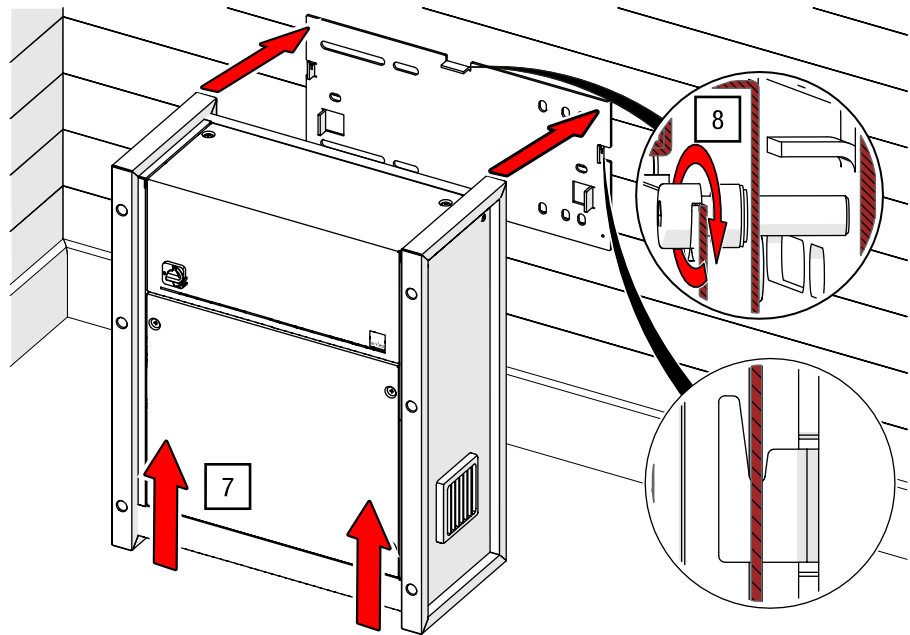

Abb. 92: Steuerung an Wandmontageplatte fixieren (das Steuerungsmodell kann abweichen)
7. Richten Sie die Steuerung auf und hängen Sie diese mit den vorgesehenen Schlitten auf der Rückseite in die zwei Haken der bereits an der Wand vormontierten Wandmontageplatte ein (siehe Abb. 92).
8. Heben Sie das Bedienfeld ab und sichern Sie die Steuerung an der Wandmontageplatte mit einer M8×30 Innensechskantschraube (siehe Abb. 92).